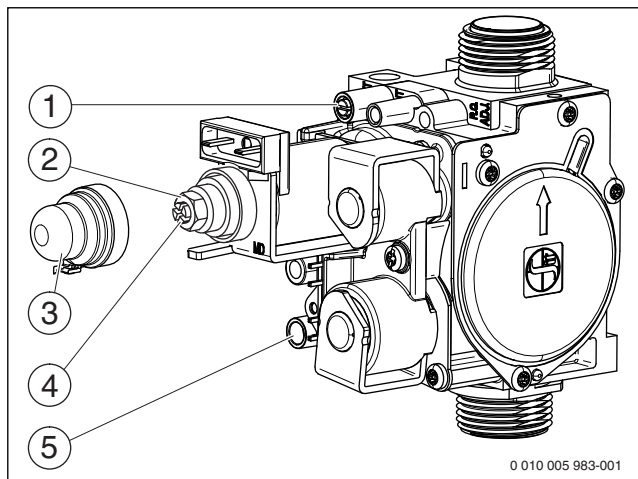

Рис. 32 Газовая арматура
- ▶ Отверните уплотнительный винт штуцера измерения давления на форсунках (рис.32, [1]) и подсоедините U-образный манометр.
- ▶ Снимите крышку (рис.32, [3]).
- ▶ Значение «mín» давления (мбар) на форсунках приведено в таб. на стр. 42. Установите давление на форсунках регулировочным винтом минимального расхода газа (рис.32, [4]).
- ▶ Выключите котёл и закройте газовый кран, отсоедините манометр и заверните уплотнительный винт (рис.32, [1]).
- ▶ Отверните уплотнительный винт на штуцере измерения подаваемого давления газа (рис.32, [5]) и подсоедините манометр.
- ▶ Установите и опломбируйте крышку (рис.32, [3]).